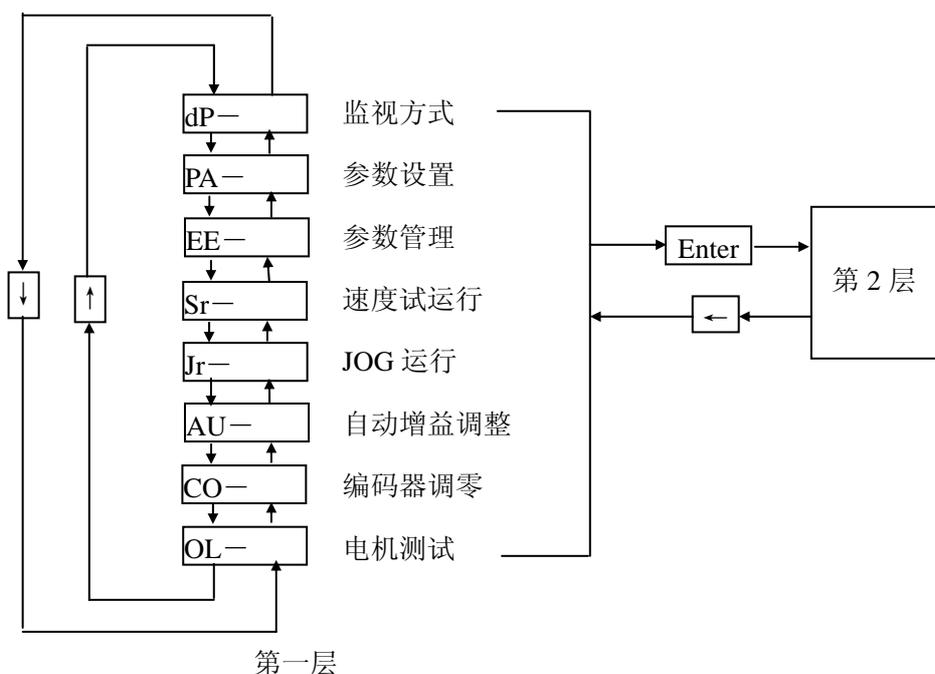

图 6.1 方式选择操作框图
- 操作按多层操作菜单执行，第一层为主菜单，包括八种操作方式，第二层为各操作方式下的功能菜单。图 6.1 示出主菜单操作框图：